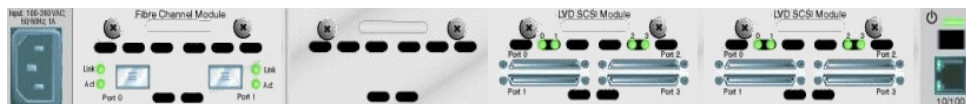

Figure 4-3 : Image de l'arrière du routeur
- Vous trouverez dans la partie supérieure de la page d'accueil une vue arrière du routeur. La figure 4-3 illustre cette section de la page d'accueil.